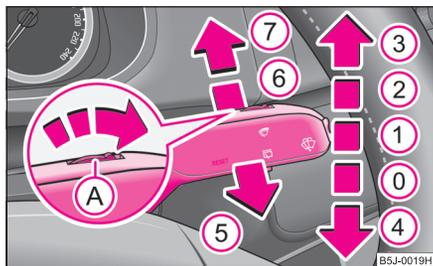

Fig. 41 Palanca de limpiaparabrisas
La palanca de limpiaparabrisas ⇒ fig. 41 tiene las siguientes posiciones:
- Empuje la palanca, apartándola del volante, a la posición (6) ⇒ fig. 41, la escobilla barrerá cada 6 segundos.
Los faros se limpiarán cada quinto barrido del limpiaparabrisas y si está conectada la luz de cruce o de carretera y se ha mantenido la palanca del limpiaparabrisas durante aprox. 1 segundo en la posición  ⇒ página 54, fig. 41.